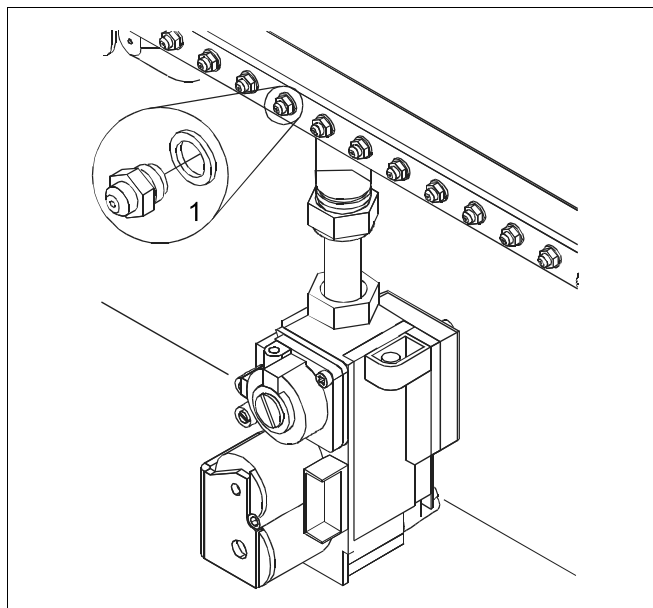

Fig. 42 Schimbați duzele
- Îndepărtați duzele (Fig. 42, **Poz. 1**) arzătorului și utilizați duze corespunzătoare ca mărime noii categorii de gaz utilizat (Tab. 7, pagina 39).